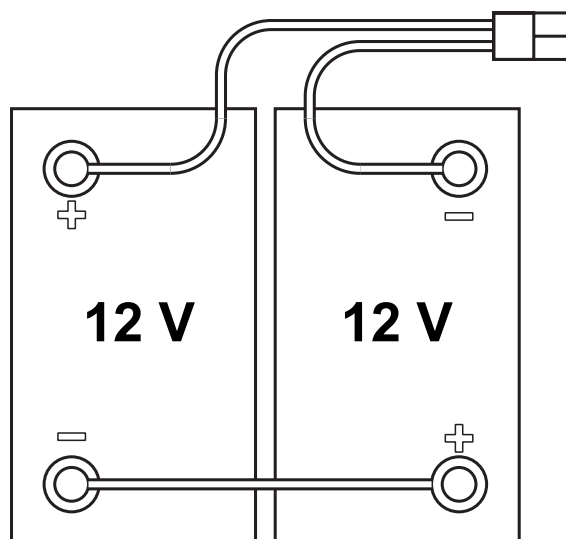

Figura 1
1. Si presente, quitar la llave de encendido (41).
2. Desconectar el conector de las baterías (8).
3. Levantar la tapa (34) y controlar que el depósito del agua de recuperación (33) esté vacío, si no vaciarlo mediante el tubo de descarga (12).
4. Cerrar la tapa (34).
5. Empuñar la manilla (16) y levantar el depósito (33) con cuidado.
7. Colocar e instalar los cables de las baterías como se indica en el esquema de la Figura 1, luego apretar el dado sobre cada borne de las baterías.
8. Colocar la tapa de protección encima de cada borne, luego conectar el conector de las baterías (8).
9. Empuñar la manilla (16) y bajar el depósito (33) con cuidado.